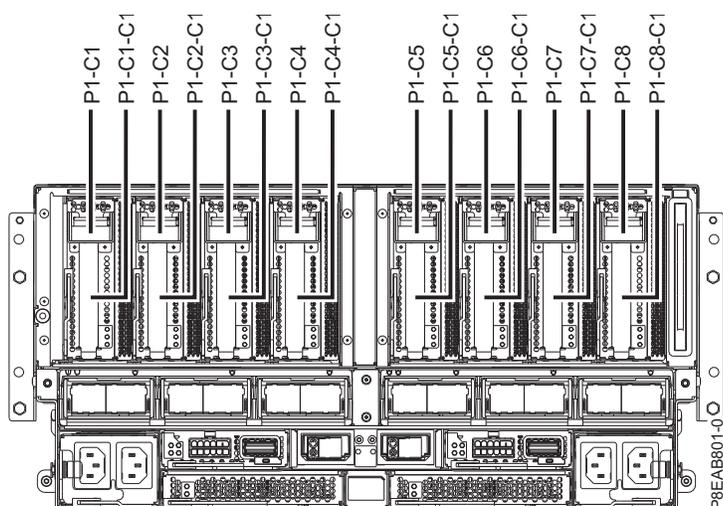

図 1. システムの PCIe アダプター・スロットの位置
1. PCIe アダプターを取り付けるスロットを決定します。PCIe アダプターのスロットはシステムの背面にあります。2 ページの図 1 は、PCIe アダプターのロケーション・コードを示しています。